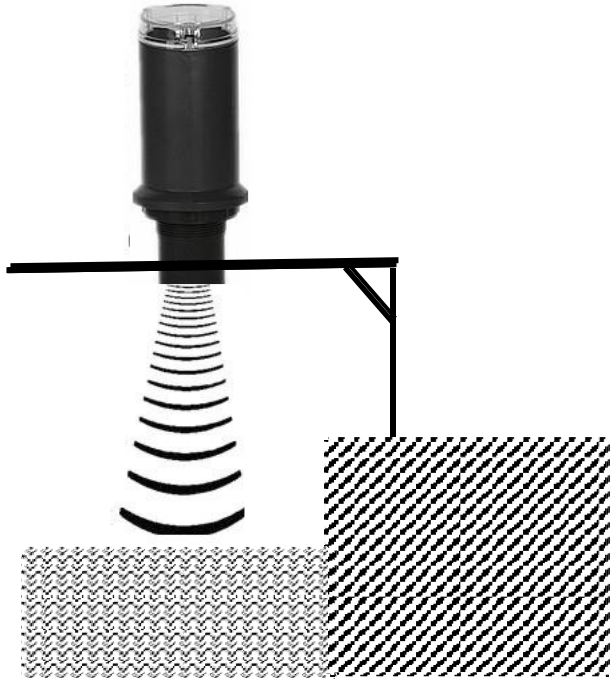

图 5.3-1 户外安装示意图
1) 水道和户外安装时，需做一个安装支架，如图 5.3-1 所示：